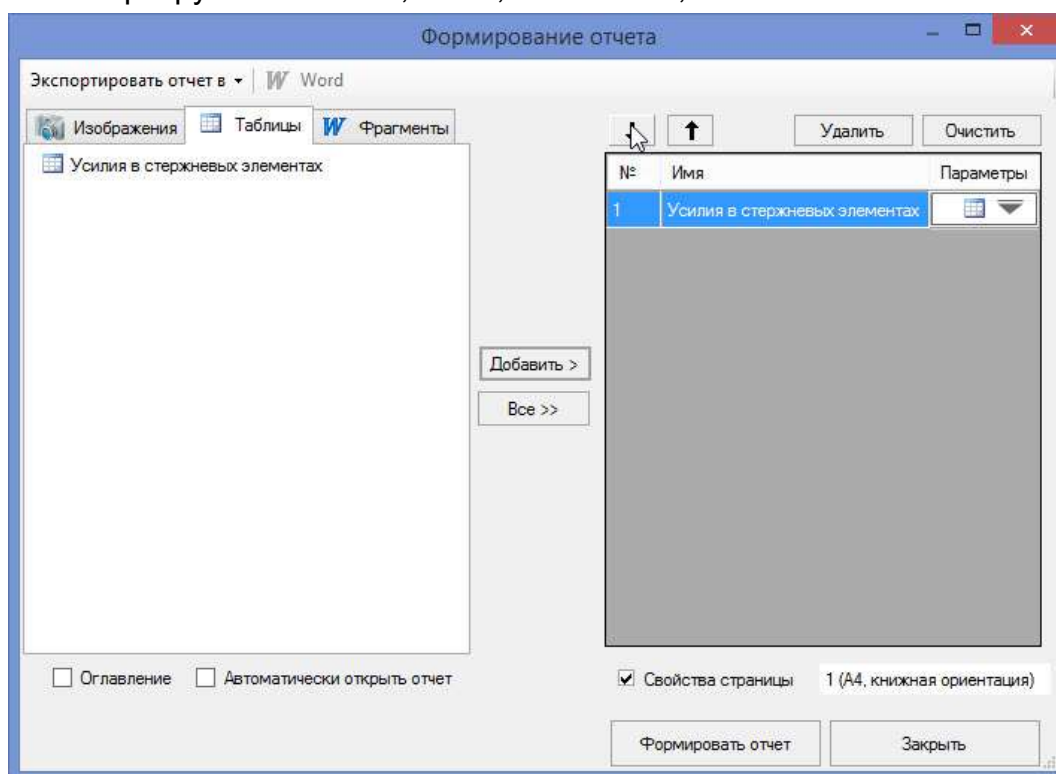

Рис. 3.61 Диалоговое окно формирования отчета
- Добавляем нужные изображения, таблицы, а также фрагменты текста (постоянные части отчетов, которые не изменяются от отчета к отчету) для будущего отчета (Рис. 3.61);